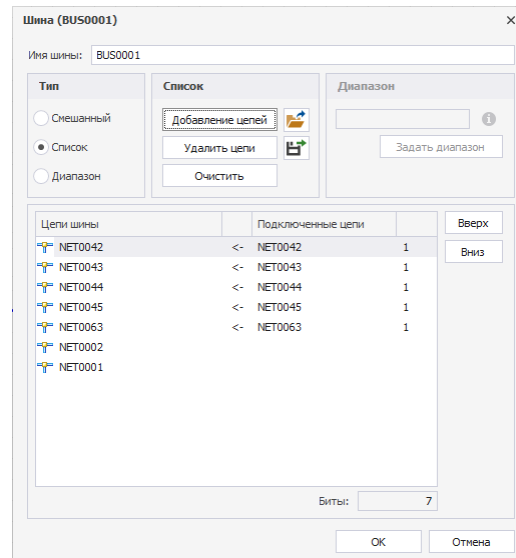

Рис. 165 Цепи, добавленные в шину через редактор списка цепей
5. Нажать кнопку «ОК», тем самым подтверждая добавление цепей в список цепей, подключенных к шине. Добавленные цепи будут отображаться в списке цепей, подключенных к шине, в окне редактора списка цепей, см. Рис. 165.